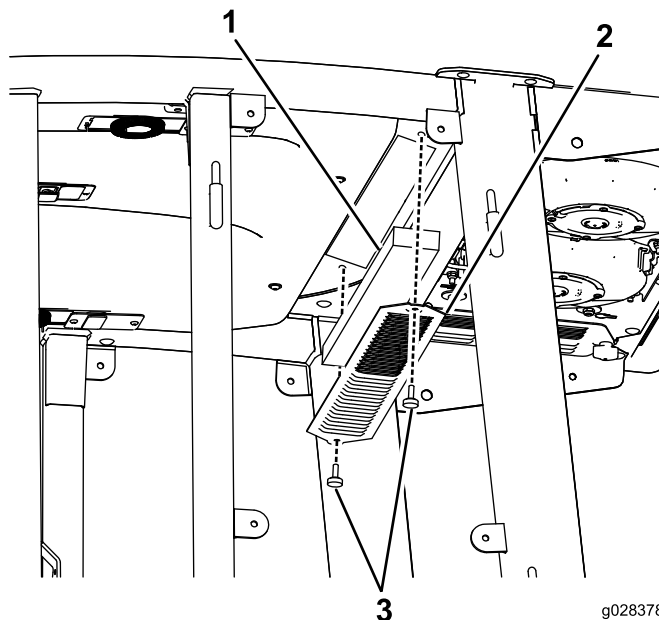

Figura 92
1. Retire los tornillos y las rejillas que cubren los filtros de aire interior y el trasero de la cabina (Figura 92).